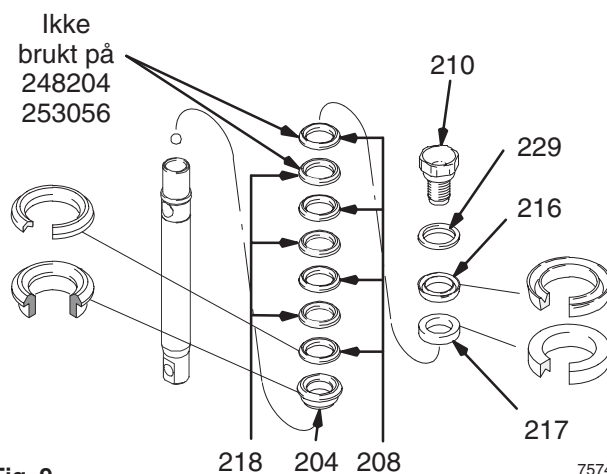

Fig. 9
Fig. 9. Bløt alle lærpakningene i SAE 30W olje i minst 1 time før de skal monteres. Sett den konvekse pakningsringen (204) på stempelstangen. Stable UHMWPE- (208) og lærpakningene (218) vekselvis (vær oppmerksom på stillingen) på stempelstangen. Sett på den konkave pakningsringen (217). Monter stempelskraperingen (216) (vær oppmerksom på stillingen) og støtteskiven (229) på stempelet (210). Den spesielle tetningsmassen på stempelets gjenger tåler fire pakningsutskiftinger. Bruk Loctite® på stempelets gjenger etter at pakningene har vært skiftet ut fire ganger.